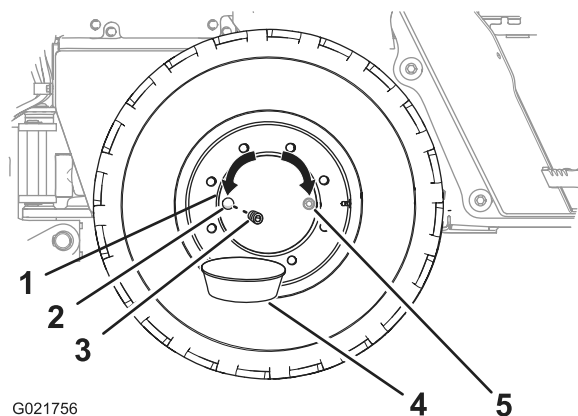

Figura 89
2. Spostate la macchina avanti o indietro al fine di posizionare il tappo dell'olio del mozzo nella posizione ore 3 o ore 9 nell'orologio (Figura 89).
4. Mettete una bacinella di spurgo sotto il tappo del mozzo della ruota (Figura 89).
5. Rimuovete il tappo dal relativo mozzo (Figura 89).
6. Verificate che il livello dell'olio sia alla base della filettatura del foro del tappo dell'olio (Figura 89).
8. Montate il tappo nell'apposito foro del mozzo della ruota (Figura 89).